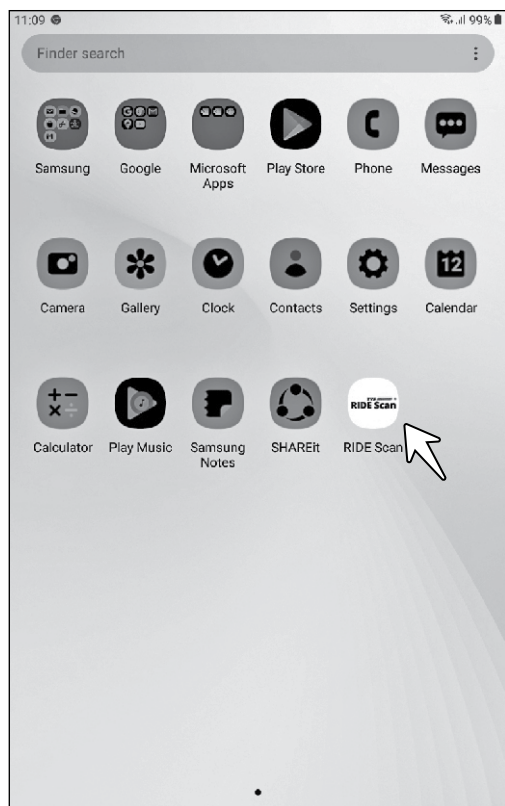

Fig. 7.5
- A seguir, pressione o ícone do aplicativo Ride Scan para iniciar o aplicativo. (Fig. 7.5)